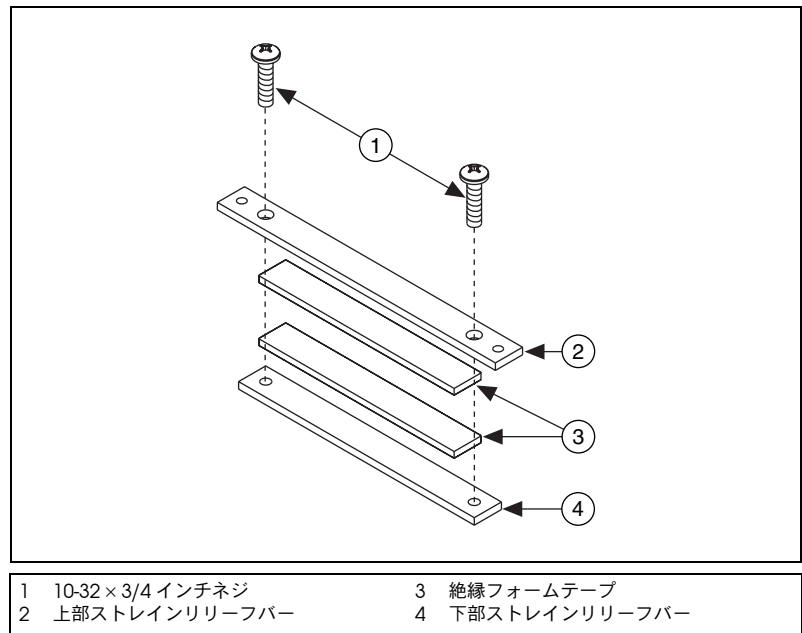

図 1 ストレインリリーフ部品位置ダイヤグラム
1. 図 1 に示すように、絶縁フォームテープを上部と下部のストレインリリーフバーに貼り付けます。